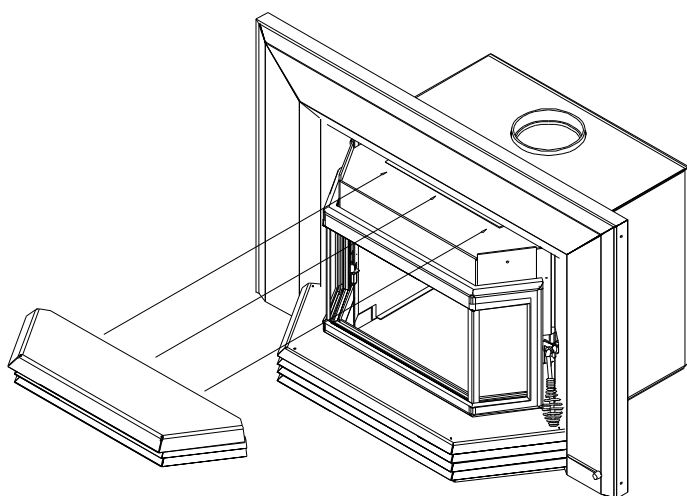

Figure 2.8
7. Le dessus du poêle (surface de cuisson) est installé dans nos ateliers, mais il faut enlever la vis d'expédition avant d'installer la façade (Figure 2.8).